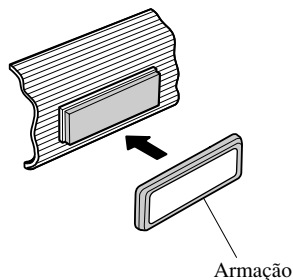

Fig. 16
3. Depois de instalar a unidade no painel de instrumentos, instale a armação. (Fig. 16)